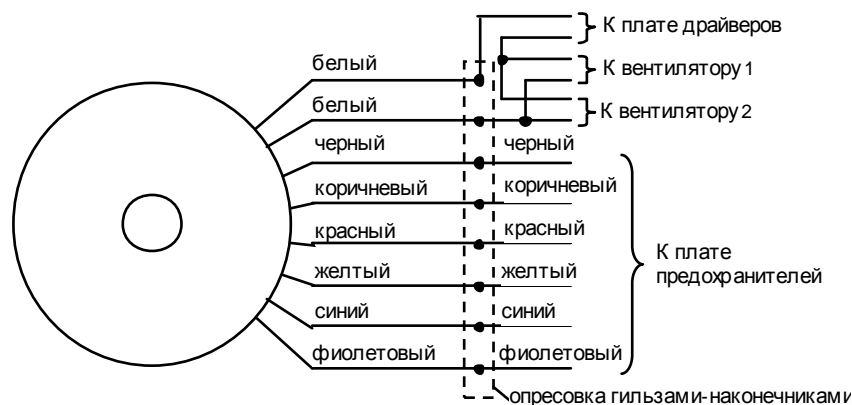

Рис. 7.3. Схема подключения трансформатора питания вентиляторов.
7.4.2. Вставить разъем провода питания в ответную часть на монтажной колодке вентилятора (рис.7.3).